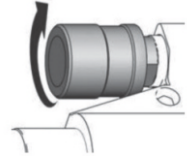

Figura 9 - Regulando la presión
1. Coloque el regulador de la presión (3) en el valor más bajo (figura 9);